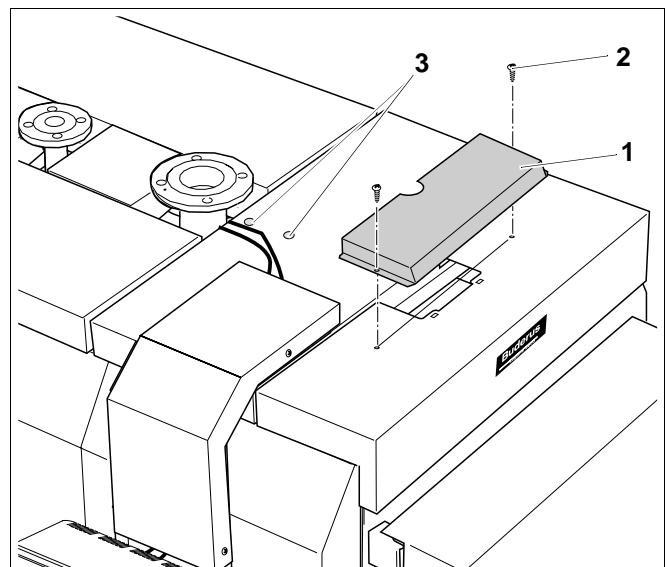

Abb. 6 Abdeckhaube befestigen
- Abdeckhaube (Abb. 6, **Pos. 1**) über die Öffnungen in der vorderen Kesselhaube legen und mit 2 Blechschrauben (Abb. 6, **Pos. 2**) verschrauben.
- Bei den Kesselgrößen 1750 und 1950 Kabelschellen an den Bohrungen (Abb. 6, **Pos. 3**) befestigen und die Kapillarleitungen durchführen.